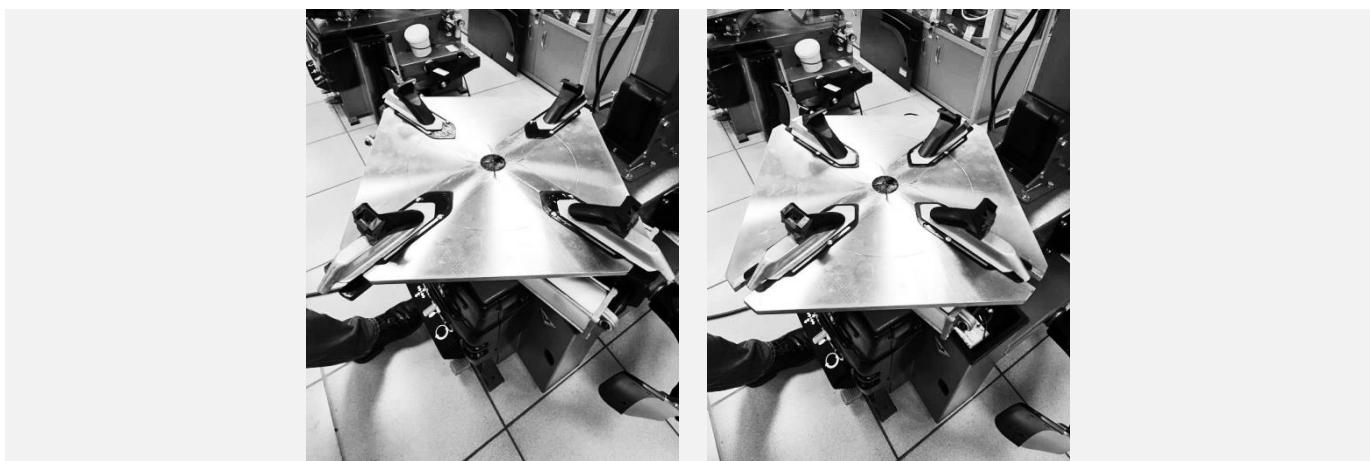

Рисунок 39
- Плавно нажать педаль управления зажимными кулачками до среднего положения, сведя зажимные кулачки таким образом, чтобы насечка на поворотном столе примерно соответствовала диаметру колеса, промаркованному на ползунке кулачка (см. Рисунок 39).